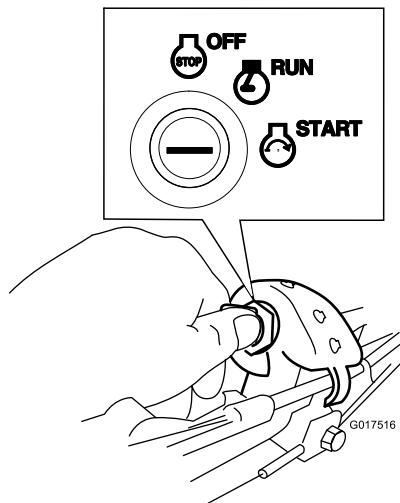

Figure 17
- Clé de contact :** Tournez et maintenez la clé de contact en position de démarrage (Figure 17) ; puis relâchez la clé lorsque le moteur démarre.
1. Tournez la clé de contact à la position de marche (Figure 17).